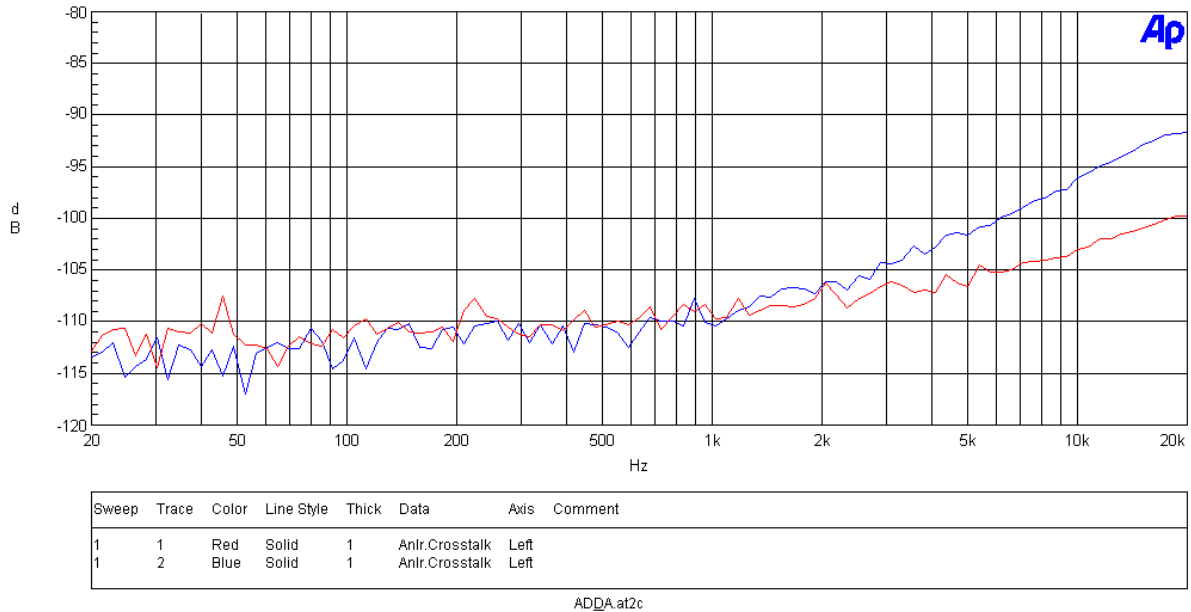

Figure1-8. Crosstalk (Input level=0dBV)
- Figure 1-8. Crosstalk (Input Level=0dBV)